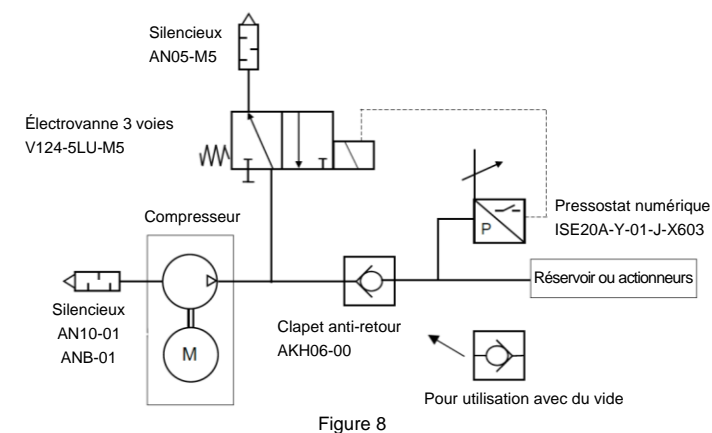

Figure 8
Pour éviter cela, prévoyez un circuit pneumatique permettant d'évacuer la pression résiduelle dans l'atmosphère avant de redémarrer le produit. La Figure 8 fournit un exemple de circuit pneumatique à utiliser
1. Fournir une source d'alimentation 24 VDC au contrôleur et au pressostat. Actuellement, ne pas connecter à IN. Voir Figure 8.